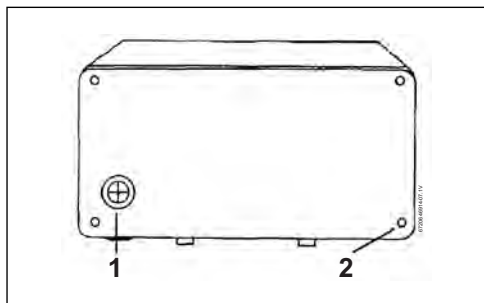

Fig. 10 Parte posterior de la unidad
- Si va por la parte posterior de la cubierta de la unidad, corte a través del ojal de la placa trasera con un cuchillo afilado. Asegúrese de no retirar la arandela de la placa posterior (Fig. 10):